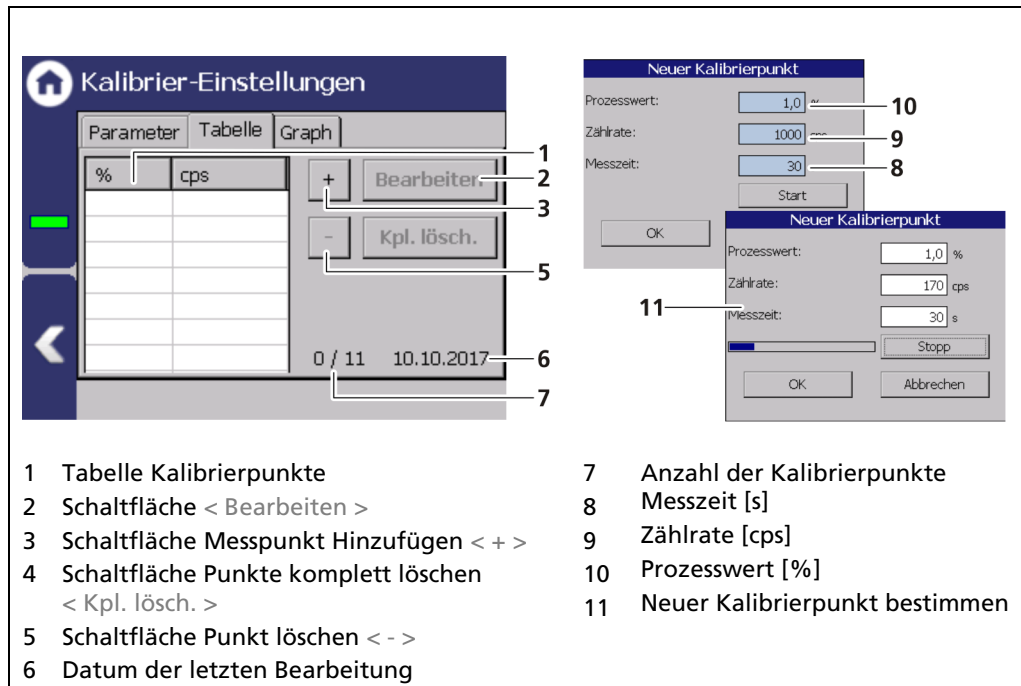

Abb. 79 Kalibrier-Parameter (Lineare Kalibriermethode)
1. Klicken Sie auf die Schaltfläche < + > (Abb. 79, Pos.3).
- ▶ Das Fenster „Neuer Kalibrierpunkt“ (Abb. 79, Pos.8-10) öffnet sich.
2. Klicken Sie auf das Eingabefeld „Prozesswert“ (Abb. 79, Pos.10) um das Eingabefeld zu öffnen.
4. Klicken Sie auf das Eingabefeld „Messzeit“ (Abb. 79, Pos.8).
- ▶ Das Fenster „Neuer Kalibrierpunkt“ (Abb. 79, Pos.11) öffnet sich und die Zählrate wird ermittelt.